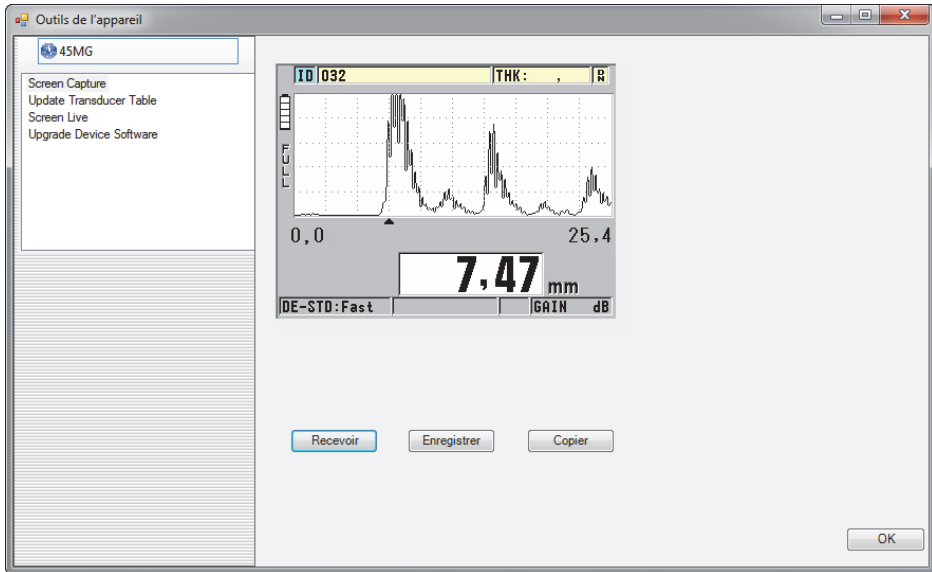

Figure 11-5 Boîte de dialogue Outils de l'appareil
- b) Dans la boîte de dialogue **Outils de l'appareil** (voir la Figure 11-5 à la page 217), sélectionnez **Screen Capture**, et puis cliquez sur **Recevoir**. La copie d'écran apparaît lorsque le transfert de données est complété.